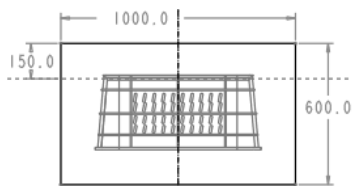

图 16.5 截面草图
(1) 选择命令。单击 **模具** 功能选项卡 **形状** 区域中的  拉伸 按钮。
(2) 创建实体拉伸特征。
① 选取拉伸类型。在出现的操控板中,确认“实体”类型按钮  被按下。
② 定义草绘截面放置属性。在绘图区中右击,从快捷菜单中选择 **定义内部草绘...** 命令。系统弹出“草绘”对话框,然后选择 MOLD_FRONT 基准平面作为草绘平面,接受系统默认的箭头方向为草绘视图方向,然后选取 MOLD_RIGHT 基准平面为参考平面,方位为 **右**,单击 **草绘** 按钮,至此系统进入截面草绘环境。
③ 进入截面草绘环境后,选取 MOLD_RIGHT 基准平面和 MAIN_PARTING_PLN 基准平面为草绘参考,然后绘制图 16.5 所示的截面草图。完成特征截面的绘制后,单击“草绘”操控板中的“确定”按钮 。
④ 选取深度类型并输入深度值。在操控板中选取深度类型 (即“对称”),再在深度文本框中输入深度值 800.0,并按 Enter 键。
⑤ 完成特征。在“拉伸”操控板中单击 按钮,完成特征的创建。